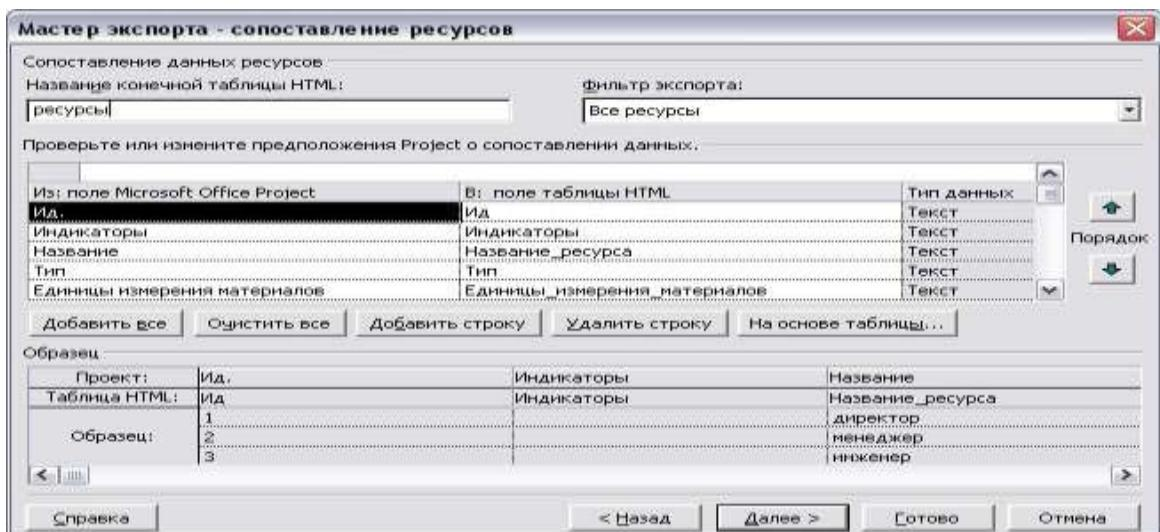

Рис. 39. Диалоговое окно «Мастер экспорта – сопоставление ресурсов»
4. В диалоговом окне «Мастер экспорта – сопоставление задач» левый столбец «Из: поле Microsoft Office Project» окажется заполнен названиями полей из таблицы «Суммарные данные» и каждому полю сопоставлено определенное значение в столбце «В: поле таблицы HTML». В нижней части диалогового окна «Мастер экспорта – сопоставление задач» просмотреть образцы полей с экспортруемыми данными. Выделить и удалить “неинтересные” поля «Ид.» и «% завершения задач» через кнопку «Удалить строку». Нажать кнопку «Далее» и перейти в следующее диалоговое окно «Мастер экспорта – сопоставление ресурсов» для выбора данных о ресурсах – рисунок 39.